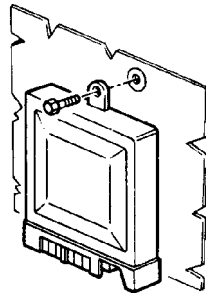

Figura 6
- Las centrales electrónicas de comando con partes metálicas deben ser conectadas a la masa de la instalación a través de tornillos de fijación (figura 6, página 11).